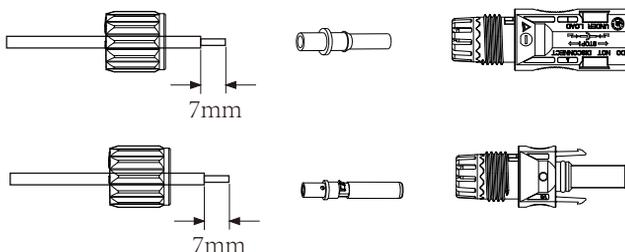

Fig. 5.3 Smontare il dado del cappuccio del connettore
a) Spelare l'isolamento del cavo FV di 7 mm, smontare il dado cieco del connettore, infilare un filo FV attraverso il dado cieco del connettore (vedere Fig. 5.3). Ripetere questa operazione con tutti i cavi FV, prestando particolare attenzione alla polarità del connettore.